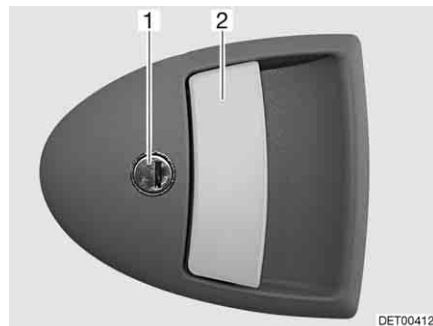

Fig. 46 Serratura della porta di ingresso, lato esterno
Apertura: ■ Inserire la chiave nel cilindro della serratura (Fig. 46,1) e ruotare fino a quando la serratura della porta si sblocca.
■ Tirare la maniglia della porta (Fig. 46,2). La porta è aperta.
Bloccaggio: ■ Inserire la chiave nel cilindro della serratura (Fig. 46,1) e ruotare fino a quando la serratura della porta si blocca.